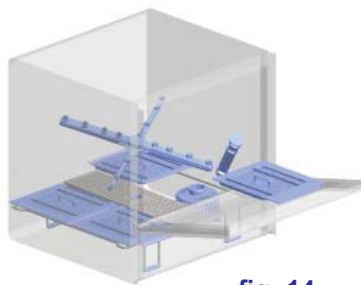

fig. 14
- Se presenti, estrarre i filtri di superficie e pulirli con una spazzola sotto l'acqua corrente (vedi fig. 14).